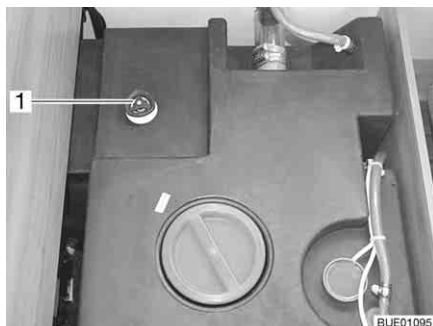

Fig. 197 Serbatoio dell'acqua con maniglia girevole
- Sul serbatoio dell'acqua ruotare la maniglia girevole (Fig. 197,1) in senso antiorario, oltre la resistenza verso l'esterno fino all'arresto, per aprire completamente l'apertura di scarico.